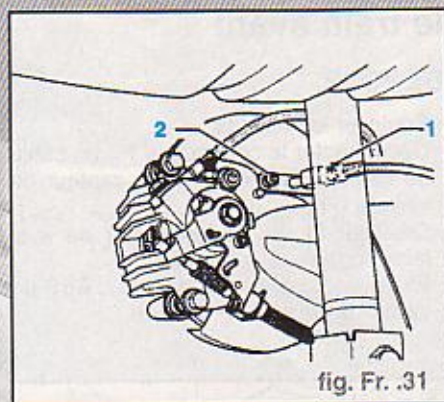

fig. Fr. 31
- Déconnecter le connecteur (1) du câble de capteur de vitesse et du capteur de vitesse (Fig. Fr. 31).